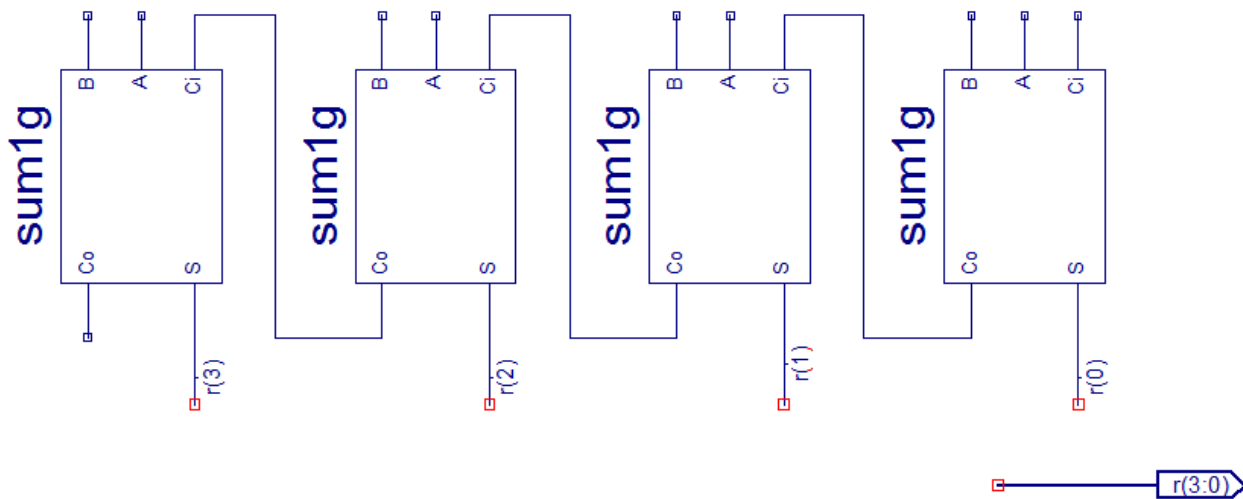

figura 14
3. Deoarece magistrala nu este altceva decât o mulțime de fire, se poate folosi conectarea prin nume explicată în laboratorul 2. Astfel specificarea legăturilor dintre markerul IO **r(3:0)** și ieșirile S ale sumatoarelor de 1 bit s-ar putea face ca în figura 14. **NU desenați această figură!**